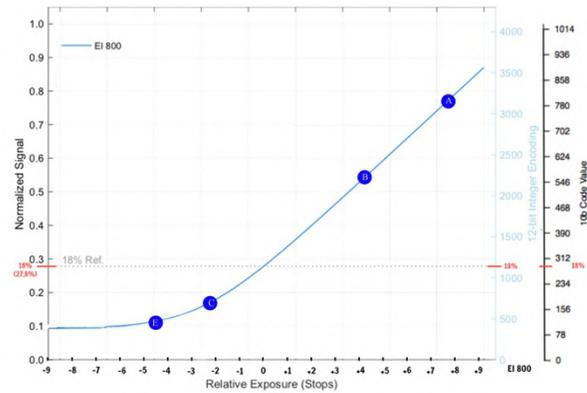

Figura 82. Alexa 35 4.6K 16:9 4608x2592 Arriraw HDE. EI800. ND 0.6 OBT 172.6 6500K. Textura K445 Default LogC4 a Rec 709. Lente Signature 25mm T 5.6 2/3
En la figura 82 tenemos a nuestras dos modelos, una cerca de la ventana y otra más en penumbra detrás de ella. El valor más alto corresponde a la pared blanca iluminada directamente por el sol, este valor está a 8 stops por encima del gris medio (A), la parte más oscura (E) está a  $-4 \frac{1}{2}$  por debajo del gris, es decir, la cámara está cubriendo un rango en la escena aproximado de 13 stops, y en todas partes hay suficiente detalle, la textura de las paredes blancas es extraordinaria, así como el detalle en las sombras de las caras y de la modelo en la parte trasera del fotograma. A eso  $-4 \frac{1}{2}$  tenemos toda la textura en la camiseta de la modelo, sin un ruido apreciable.